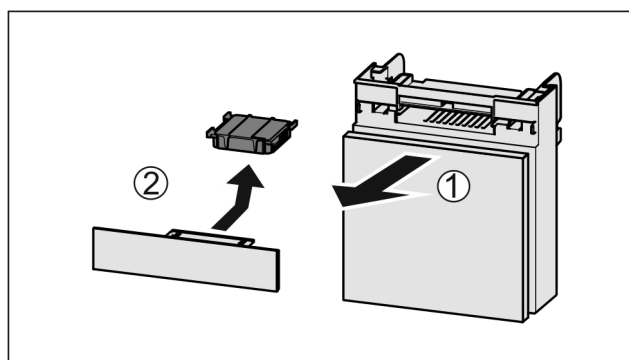

Fig. 127
- Вытянуть Fig. 127 (1) отделение движением вперед.
- Извлечение Fig. 127 (2) фильтра с активированным углем.